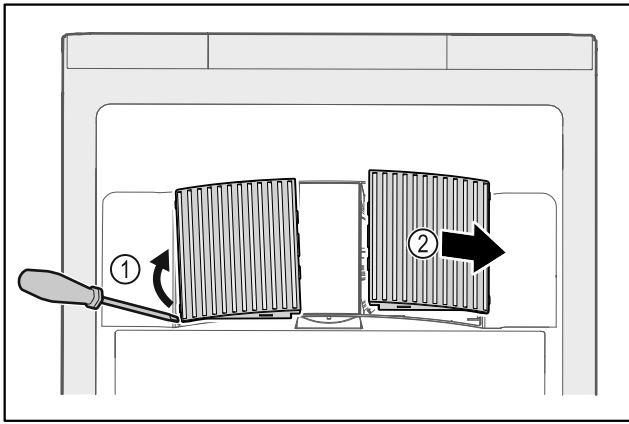

Fig. 161
- ▶ Ventilatoriaus uždangalus atsargiai nukelkite iš šono Fig. 161 (1) ir nuimkite į priekį Fig. 161 (2).